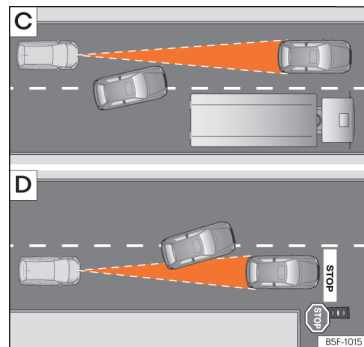

Fig. 107 [C] Mudança de faixa de um veículo. [D] Veículo em circulação e outro parado.
- Veículos que mudem para a faixa na qual circula a pouca distância do veículo >>> Fig. 107 [C].
O ACC não reage perante veículos detidos. Se, por exemplo, um veículo detetado pelo ACC roda ou se afasta e em frente do mesmo se encontra um veículo parado, o ACC não reagirá face a este último >>> Fig. 107 [D].